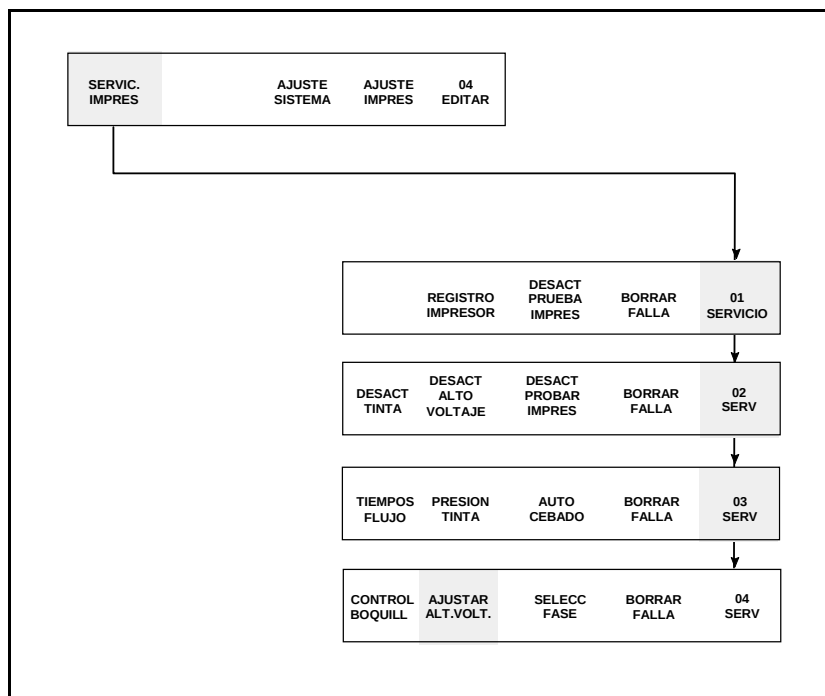

Figura 5-13. Acceso al Marco <04 SERVICIO>
1. Comience en el Marco <04 SERVICIO>. Vea la Figura 5-13.